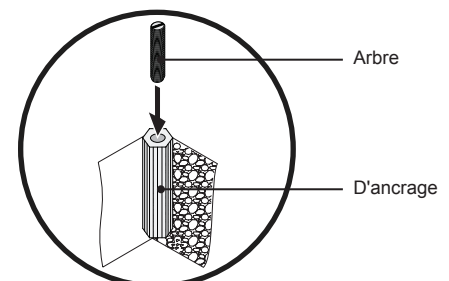

Figure 10. Le perçage des trous de montage
- A chaque emplacement marqué, percer un trou $\frac{3}{8}$ " de 1 1/2 po de profondeur (Figure 10). Répétez cette étape pour les autres sites.
- Passez la tige dans l'ancre. Si nécessaire, un tournevis peut être utilisé. Laissez $\frac{3}{8}$ " de l'arbre visible (Figure 10).